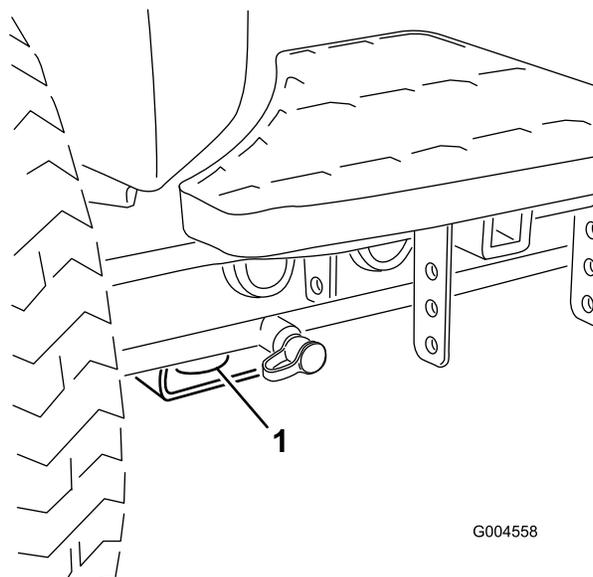

Figura 46
• Anteriore – foro nel supporto rettangolare, sotto il tubo dell'assale, all'interno delle ruote anteriori (Figura 46).